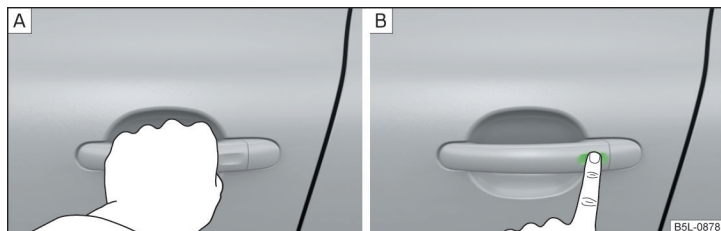

Fig. 31 Descuierea / încuierea autovehiculului
- > Trageți de mânerul portierei, pentru a **descuia** autovehiculul » fig. 31 - [A]..
- > Pentru a **încuia** autovehiculul, atingeți cu degetul senzorul din mânerul portierei » fig. 31 - [B].